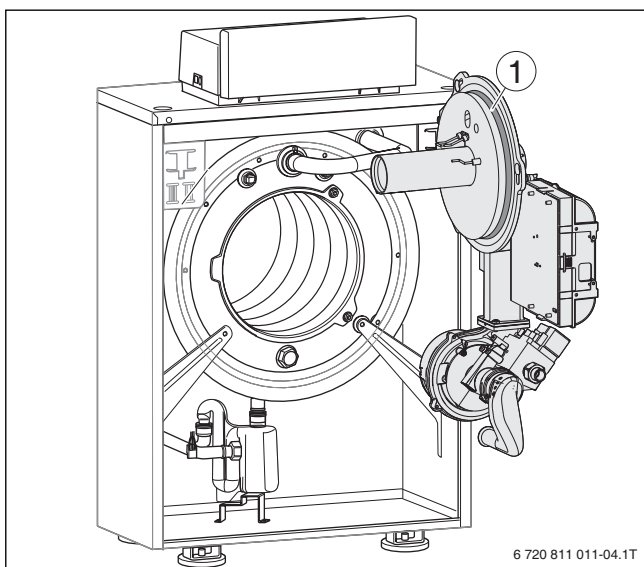

Bild 13 O-Ring Brennergehäuse
- ▶ Vor Brennermontage den richtigen Sitz des O-Rings (→ Bild 13, [1]) überprüfen und ggf. korrigieren.